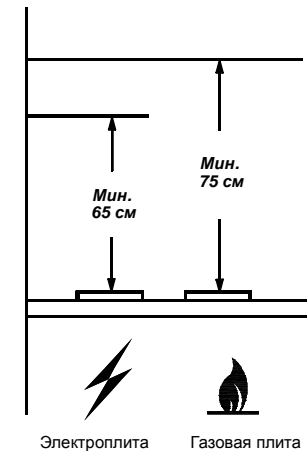
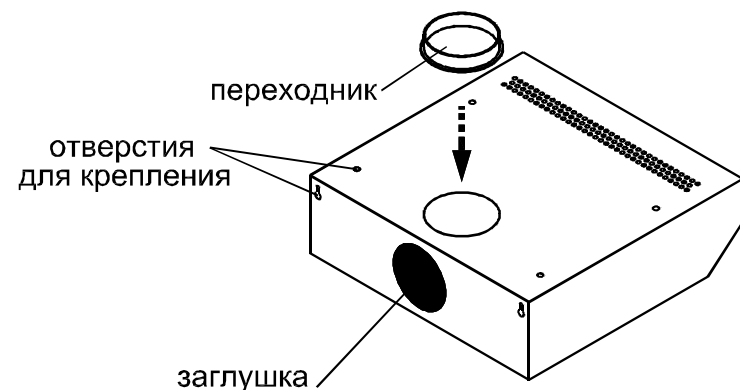

РИС. 1
РИС. 6
1.2 Устанавливайте зонт на высоте, как показано на рис. 1.
4.6 Зонт устанавливайте над плитой в соответствии с рис. 1.
- присоедините к изделию воздуховод. Соединение осуществляется с помощью специального пластикового переходника, который вы найдете внутри корпуса изделия. Зафиксируйте переходник в верхнем положении (рис. 6).
- Заглушкой (рис. 6) закройте отверстие на задней стенке изделия.
6.4.1 Крепление к верхней полке мебели над плитой . При установке зонта соблюдайте указания п.1.2 ( рис.1). Разметьте и просверлите четыре отверстия, согласно отверстиям для крепления на верхней панели корпуса зонта вытяжного (рис. 6). Затем прикрепите зонт к полке.